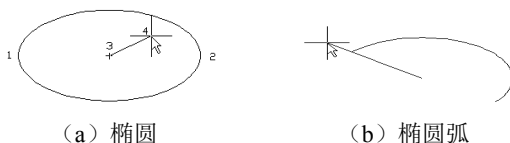

图 2-47 椭圆和椭圆弧
指定椭圆的轴端点或 [圆弧(A)/中心点(C)]: [指定轴端点 1, 如图 2-47 (a) 所示]
指定轴的另一个端点: [指定轴端点 2, 如图 2-47 (a) 所示]
- ☒ 角度: 指定椭圆弧端点的两种方式之一, 光标与椭圆中心点连线的夹角为椭圆端点位置的角度, 如图 2-47 (b) 所示。